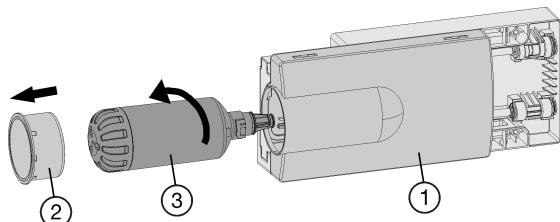

Fig. 48
- ▶ Si nécessaire, retirer le tiroir Fig. 48 (1).
- ▶ Enlever le couvercle du filtre Fig. 48 (2).
- ▶ Tourner le filtre à eau Fig. 48 (3) d'env. 100 ° vers la gauche puis le retirer.